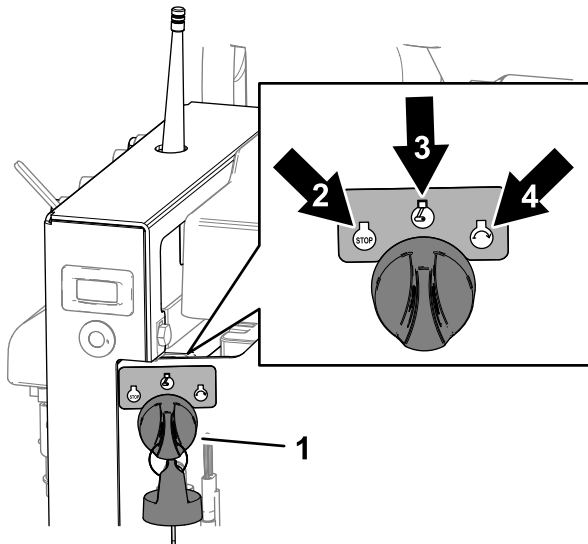

Figura 56
1. Gire la llave a la posición de APAGADO (Figura 56).